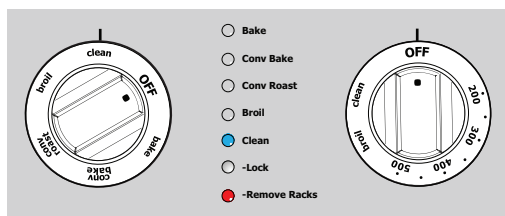

Figure 25 : Sélection de nettoyage initiale
1. Tourner le bouton du four sur **< Clean > (autonettoyage)**. Les témoins lumineux **< Clean > (autonettoyage)** et **< Remove Racks > (enlever les grilles)** clignotent pour vous rappeler d'enlever les grilles avant de lancer un cycle d'autonettoyage (Figure 25).